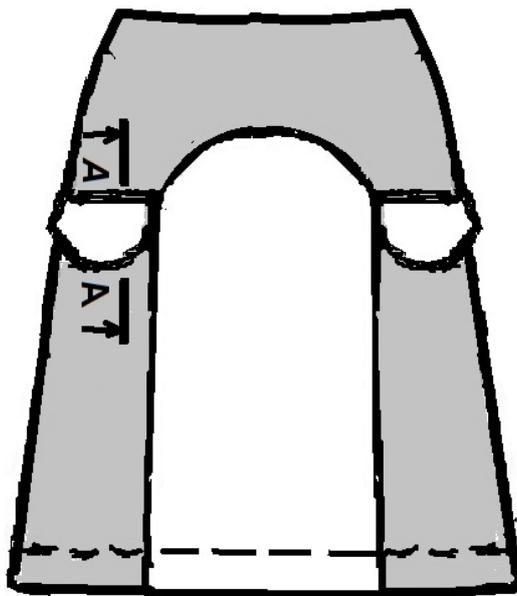

Рисунок 1 – Фрагмент платья. Переднее полотнище юбки
**Второй этап:** Моделирование фрагмента заданной модели «**Переднее полотнище юбки (ППЮ)**» женского платья (стр. 7, рис. 1) в натуральную величину и изготовление лекал
### **Третий этап:** Изготовление (пошив) образца фрагмента заданной модели (стр. 7, рис. 1) женского платья.
1) Внешний вид фрагмента заданного изделия должен полностью соответствовать техническому рисунку модели и художественно-техническому описанию (стр. 3, табл.1), рисунку фрагмента (стр. 7, рис. 1) и техническим требованиям в п.п.2.2 (при их наличии).